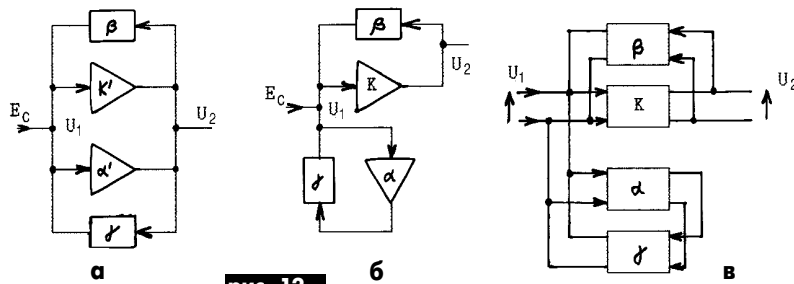

рис. 12
Для этого канал К на рис.10,а заменим двумя параллельно включенными идентичными каналами K' и α' , коэффициенты передачи которых одинаковы и $K' + \alpha' = K$ (рис.12,а). Пусть входные сопротивления цепей β и γ равны между собой, и по сравнению с ними выходные сопротивления каналов пренебрежимо малы (это условие в общем случае необязательно и используется здесь только для упрощения рассмотрения).
От такой замены в работе устройства ничего не изменится. Поскольку значения сигналов на выходах идентичных каналов в каждый момент времени строго равны друг другу, то ничего не изменится также, если убрать перемычку, соединяющую эти выходы (рис.12,б), поскольку ток через эту перемычку не течет - потенциалы выходов одинаковы. Только возрастут коэффициенты передачи каждого канала до значения К схемы рис.10,а, так как уровни сигнала на их выходах останутся прежними.
Схема, изображенная на рис.12,б, представляет собой простейшее устройство с параллельным подключением петли ПОС (α и γ) к петле ООС (К и β), фактически такое же, как в [1], рис.2. Нетрудно убедиться, что его работа описывается формулами, аналогичными (20)–(22), только множитель К при коэффициенте передачи цепи ПОС γ следует заменить на α .
В схеме рис.12,б теперь можно изменить тип канала α по сравнению с исходным устройством с инвертирующего на неинвертирующий или наоборот, изменив одновременно с этим и тип цепи γ , чтобы ОС в петле из элементов α и γ осталась положи-
Довольно часто схема рис.12,б понимается неверно, а именно, будто бы две части схемы (замкнутые петли ООС и ПОС) соединены между собой одним проводом. Если бы это было так, то петли не оказывали бы друг на друга никакого действия, процессы в них происходили бы независимо, и они вели себя как изолированные петли ООС и ПОС.
На самом деле входы каналов К и α соединены между собой (и с выходами цепей β и γ) сигнальным кабелем. Схема в "расшифрованном" виде может быть, например, такой, как на рис.12,в (параллельное включение обратных связей по входу). Поэтому U_1 является одновременно и входным напряжением каналов К и α , и суперпозицией возвратных напряжений петель ООС и ПОС с внешним сигналом. Так что возвратное напряжение петли ПОС действует на входе петли ООС и, наоборот, возвратное напряжение петли ООС действует на входе петли ПОС, поэтому петли являются тесно взаимодействующими.
До тех пор, пока свойства каналов К и α одинаковы, схема рис.12,б не имеет никаких преимуществ по сравнению со схемой рис.10,а. Преимущества начинаются тогда, когда, сохраняя величину $\alpha \gamma = 1$, мы начинаем: 1) уменьшать мощность канала α и его коэффициент передачи по сравнению с исходным каналом К, увеличивая одновременно коэффициент передачи γ (это можно сделать, так как от канала α на рис.12,б не требуется большой мощности, поскольку он не будет работать на низкоомную нагрузку, как канал К); 2) воспользовавшись новыми параметрами канала α , до предела увеличиваем его линейность (а также линейность цепи ПОС γ , если она не является пассивной) так, чтобы общая линей-
Пусть на выходе K (рис.12,б) действует ЭДС возникающих в нем искажений E_g аддитивного типа. Уравнение баланса в суммирующей точке имеет вид
Тот же факт можно описать по-другому: обе схемы (рис.12,б и рис.10,а) работают по принципу уменьшения суммарного ПУ системы на единицу под действием ЕПОС. Это уменьшение происходит за счет вычитания на входе устройства из сигнала ООС сигнала ПОС. Если сигнал ПОС "линеен"